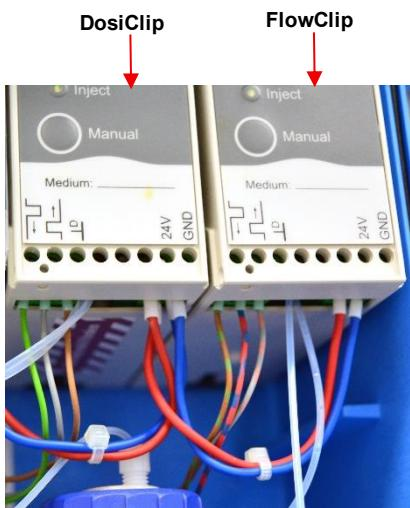
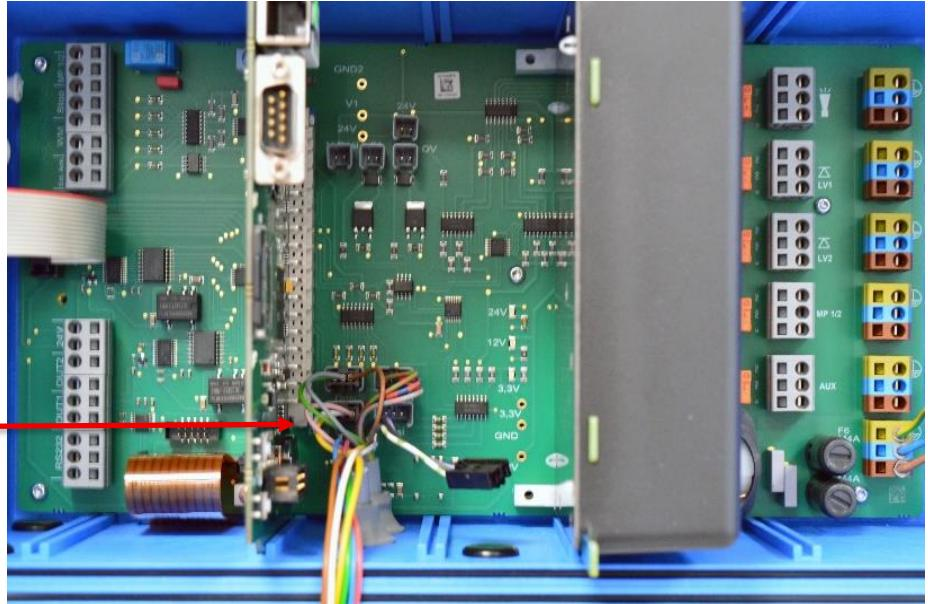

Figure 3
Figure 4
9. Reliez les deux fils rouges au bornier +24V (1) du DosiClip comme suit. Reportez-vous à la figure 3.
10. Procédez avec le câble bleu au niveau du raccordement de borne GND (2) du DosiClip exactement comme décrit au point 9.
12. Insérez le connecteur à 3 broches suspendu librement avec les couleurs de câbles **vert/marron, rouge/bleu, gris/orange** dans la prise en haut à droite (emplacement 4). (Figure 4)